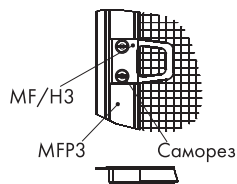

Рис. 2
6. По центру рамки, на одном уровне, справа и слева в вертикальный профиль закрепить саморезами ручки MF/H3 (см. рис.2).